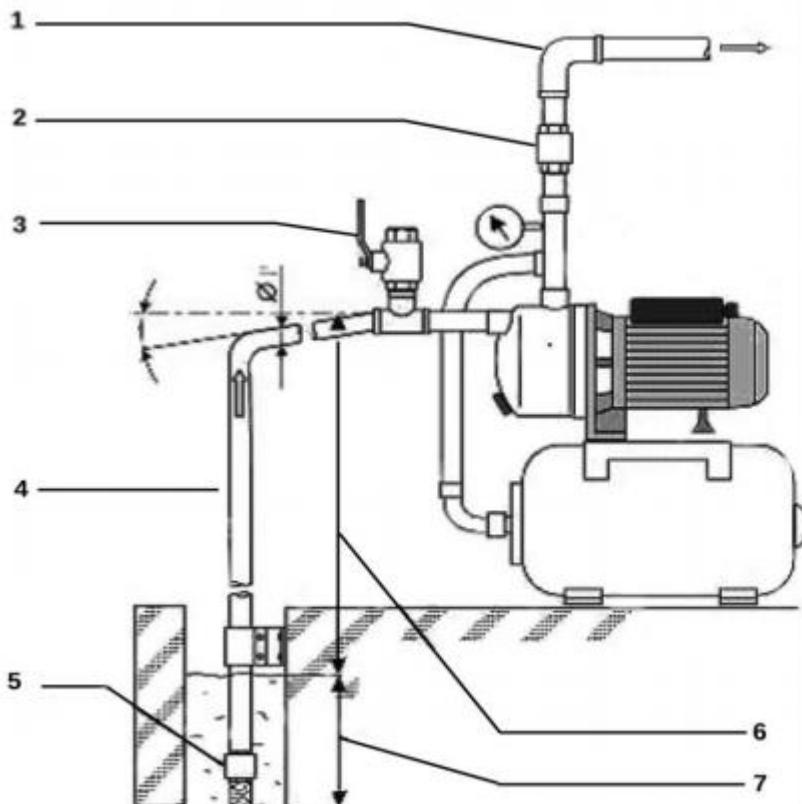

Рис. 2 – Схема установки
При монтаже всасывающего трубопровода (4) необходимо обеспечить непрерывный уклон трубы от насоса к источнику водозaborа не менее 1 градуса для исключения скопления пузырьков воздуха и образования воздушных пробок. Рис. 2.